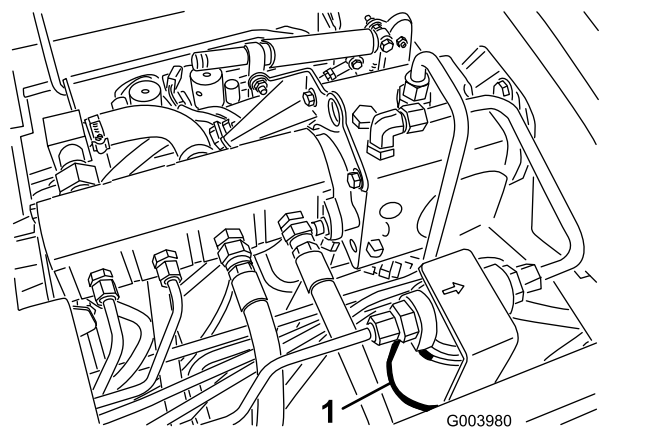
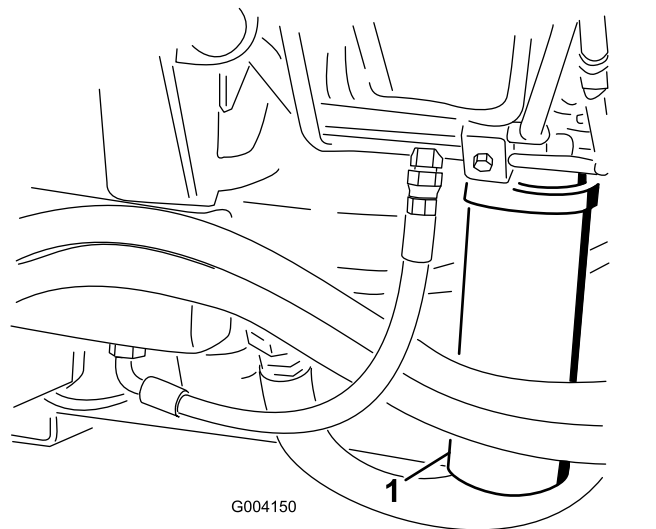

Figura 77
Figura 78
- Limpe a área à volta da área de montagem do filtro e coloque um recipiente de drenagem por baixo do filtro (Figura 77) e (Figura 78).